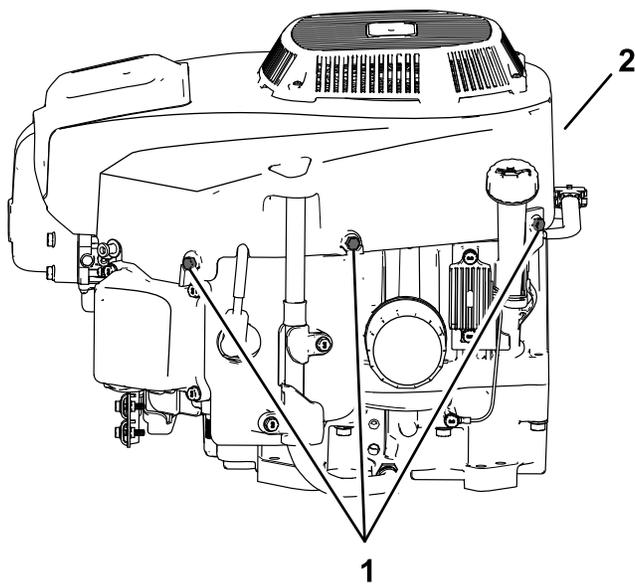

Figura 38
4. Afloje los pernos y retire la carcasa del ventilador (Figura 38).